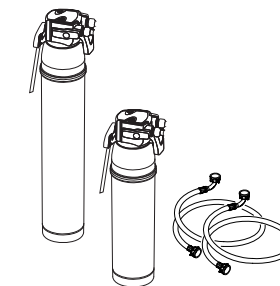

Abb. 3
3.3.1 Wasseraufbereitung (Abb. 3)